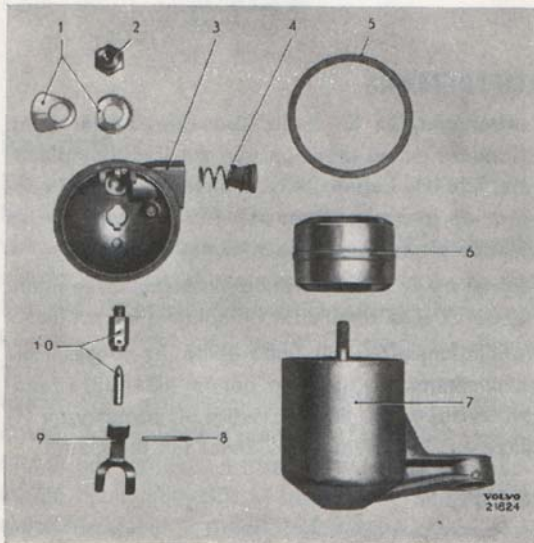

Bild 12. Flottörhus isärtaget.
2. Skruva bort muttern för flottörhusets lock. Tag bort locket och lyft ur flottören. Se bild 12.